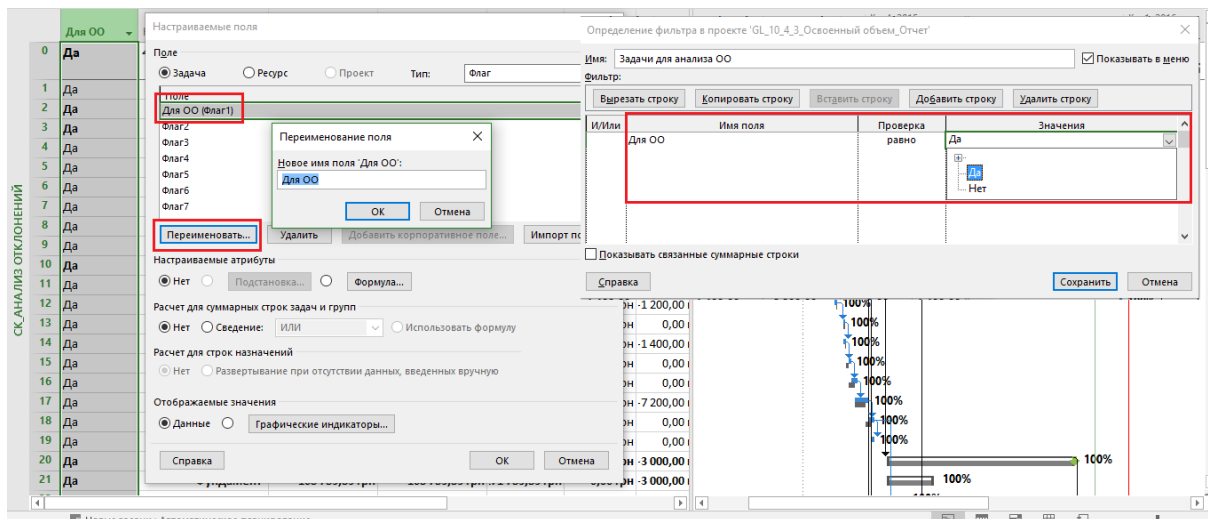

Рисунок 10.65 – Фильтр для выбора задач для анализа ОО
1. Фильтра (см. ниже рисунок 10.65).